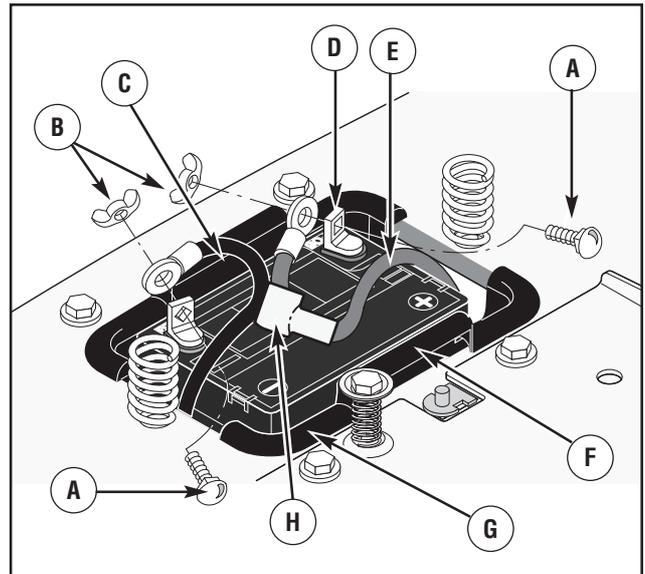

Figura 26: Batteria
1. Scollegare il **cavo nero** dal terminale negativo (-) (figura 26).
5. Fissare il **cavo nero** al terminale negativo (-) con i dispositivi di fissaggio come mostrato (figura 26).